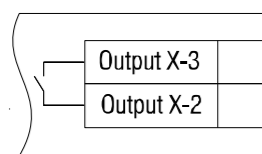

Fig. 11 Salida relé Q1...Q4 (Output = Salida)
- Las salidas deben ser cableadas según las figuras Fig. 11...19.